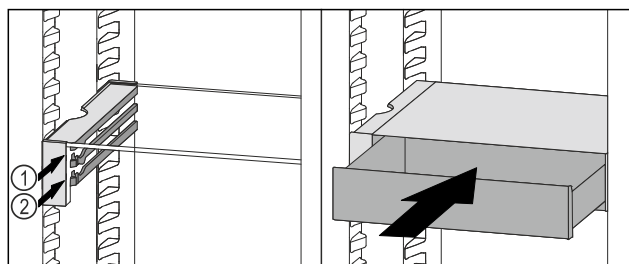

Fig. 95
- Coloque el cajón VarioSafe en la nervadura deseada Fig. 95 (1) o Fig. 95 (2) detrás de los topes.